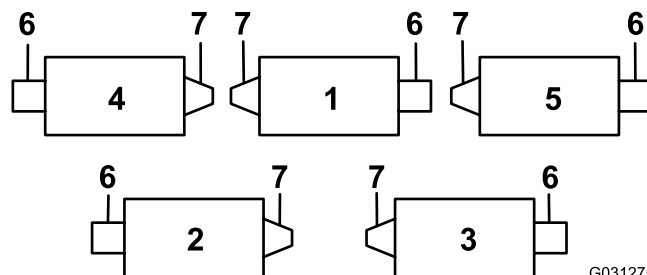
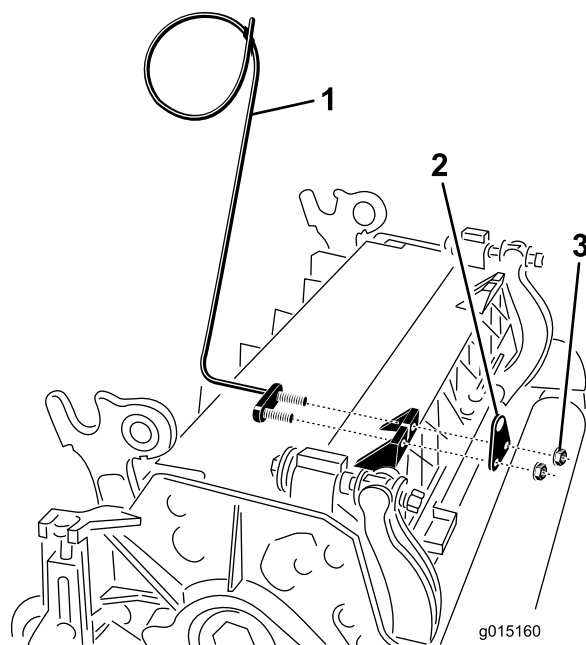

Figura 6
Figura 7
7. Sull'apparato di taglio 4 (anteriore sinistro) e 5 (anteriore destro), utilizzate i dadi di montaggio della staffa dell'asta per montare le guide dei flessibili nella parte anteriore delle alette dell'apparato di taglio. Le guide del flessibile devono essere inclinate verso l'elemento di taglio (Figura 6, Figura 7, Figura 8).